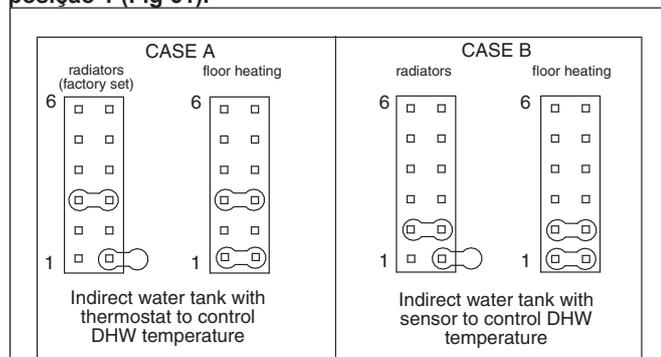

Fig. 46
9. AJUSTE DA PRESSÃO MÁXIMA DA VÁLVULA DE GÁS (Fig. 46)
JUMPER NA POSIÇÃO 1 (Fig. 46):